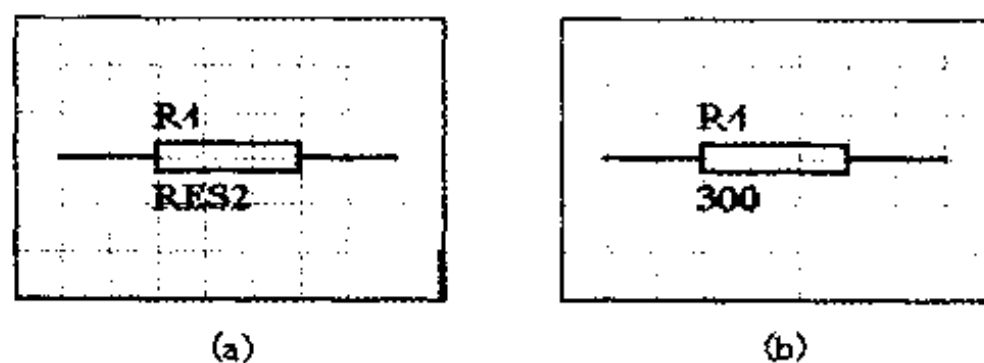

图 2-33 设置元件标注文字的效果
(6) 在如图 2-30 所示的对话框中设置好了元件序号之后,单击 OK 命令按钮,得到如图 2-33(a)所示的效果。
(7) 在图纸中双击电阻元件的元件型号,弹出 Part Type 对话框,此对话框与图 2-30 所示的对话框相似,只是对话框顶部的选项是 Type,用来设置元件型号,或者设置标注文字的内容。在 Type 选项的输入框中输入数值 300,对话框中其他选项的功能与前面叙述的相同。在此对话框中设置了标注文字后,单击 OK 命令按钮,得到如图 2-33(b)所示的效果。